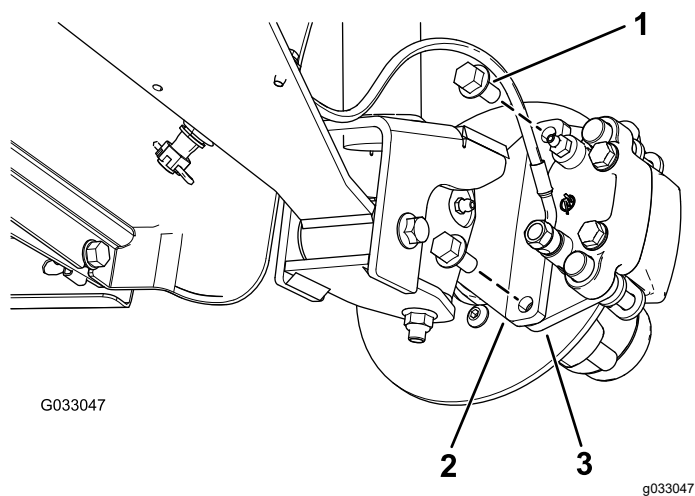
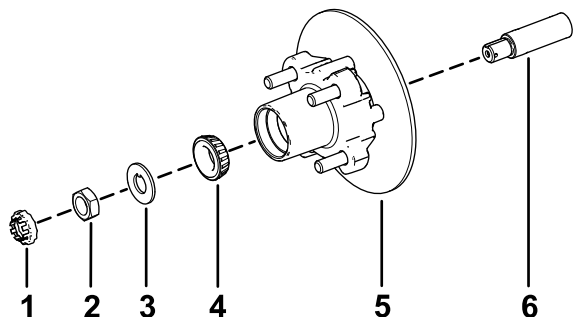

Figura 29
Figura 33
3. Togliete i bulloni a testa flangiata ($\frac{3}{8}$ " x $\frac{3}{4}$ "") che fissano la staffa del gruppo del freno al mandrino e separate il freno dal mandrino (Figura 29).
1. Lubrificate leggermente il mandrino con il grasso specificato (Figura 33).
2. Montate il mozzo e il rotore sul mandrino con il rotore verso l'interno (Figura 33).
3. Montate il cuscinetto esterno sul mandrino e inserite il cuscinetto sull'anello esterno (Figura 33).
4. Montate la rondella di sicurezza sul mandrino (Figura 33).
5. Avvitare il dado del mandrino sul mandrino e serrate il dado a 15 N·m mentre ruotate il mozzo per posizionare in sede il cuscinetto (Figura 33).
2. Allineate le pastiglie dei freni su ciascun lato del rotore (Figura 29) e i fori sulla staffa della pinza con i fori sul supporto del freno del telaio del mandrino (Figura 33).
3. Fissate la staffa del calibro al telaio del mandrino (Figura 29) utilizzando i 2 bulloni a testa flangiata ($\frac{3}{8}$ " x $\frac{3}{4}$ ").